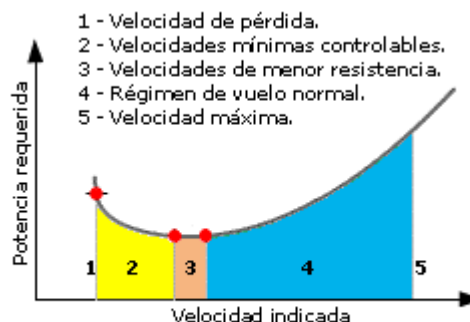

Fig.5.10.1 - Potencia requerida s/velocidad.
En la fig.5.10.1 volvemos con nuestra vieja conocida: la curva de potencia, en la cual podemos observar tres regímenes de vuelo:
4. Con el avión (con todo el flap extendido) aproximándose a la velocidad crítica de ____ nudos (un poco mayor que la de comienzo del arco blanco - velocidad de pérdida con full flap) necesitará añadir potencia para mantener velocidad y altitud (tal como vimos en la fig.5.10.1).